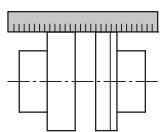

Рис. 11: Проверка радиальной выверки при помощи линейки
- В качестве альтернативы допускается контроль радиальной выверки муфты при помощи линейки (см. рис. 11).